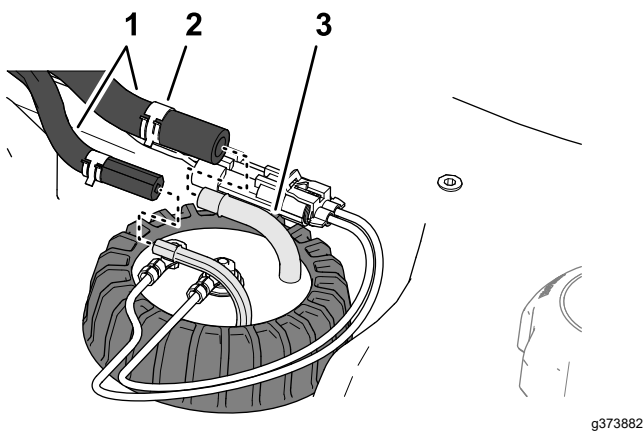

Рисунок 91
5. Установите шланг на штуцеры датчика уровня топлива и прикрепите шланги к штуцерам с помощью зажимов (Рисунок 91).